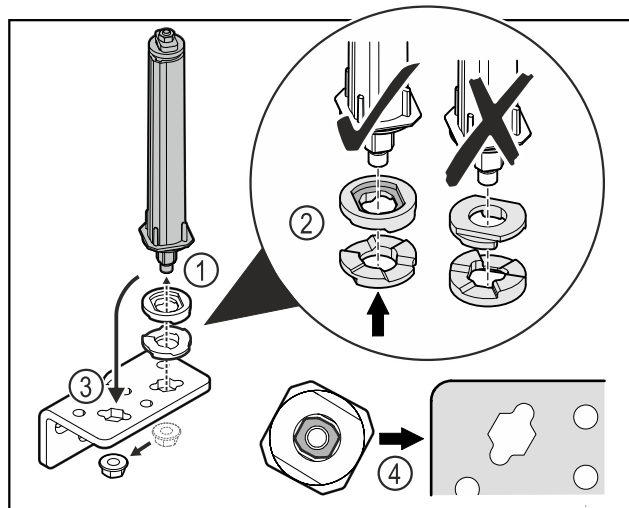

Fig. 29
- Desserrer l'écrou et retirer le système de fermeture de porte Fig. 29 (1).
- Veiller à ce que les rondelles de réglage de la hauteur soient correctement orientées Fig. 29 (2).
- Mettre le système de fermeture de la porte dans l'autre trou de l'équerre de charnière et le fixer avec l'écrou Fig. 29 (3).
- Lors de la mise en place, veiller à bien orienter le système de fermeture de porte Fig. 29 (4).